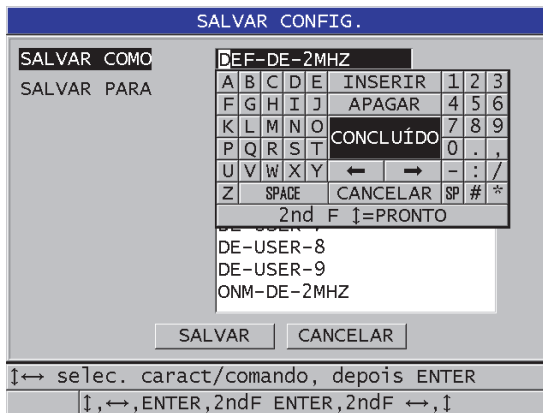

Figura 12-6 Salvar configuração
- b) Na tela **SALVAR CONFIG.**, insira o nome desejado para o arquivo de configuração personalizada (veja Figura 12-6 na página 238).